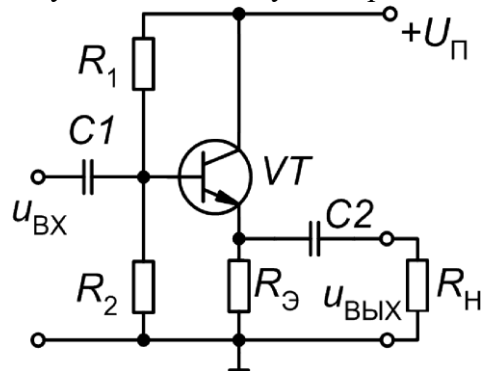

Рис. 1
1. В схеме усилительного каскада на рис. 1 $R_1 = 25 \text{ кОм}$, $R_2 = 40 \text{ кОм}$, $R_3 = 3 \text{ кОм}$, $R_H = 500 \text{ Ом}$, параметры транзистора: $h_{113} = 400 \text{ Ом}$, $h_{213} = 100$, $h_{223} = 0,1 \text{ мСм}$. Определить коэффициенты усиления по току и напряжению.